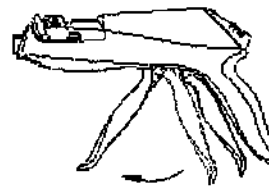

Figura 10.El fuego de la manija de agarre de la figura 11. Suelta la manija de fuego
3).El agarre el fuego de la manija hasta que cumplen los cerrar-mango. En este momento, el dispositivo ha finalizado todo el proceso de cortar- ting, la hoja curva ha cortado el tejido y 4 filas de grapas han suturado el tejido(véase la figura 10). Cuando suelte la manija de fuego, volverá a la posición original y asa de cierre aún ser bloqueado(véase la figura 11).